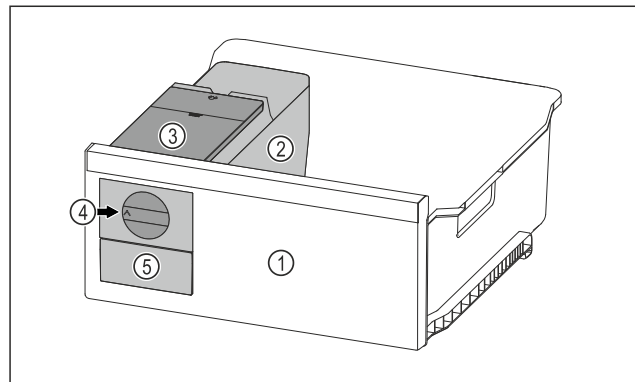

Fig. 80 Примерно изображение
- ▶ Завъртете въртящото се копче Fig. 80 (4) по часовниковата стрелка до упор.
- ▷ Ледените кубчета падат от формата за ледени кубчета в чекмеджето за ледени кубчета Fig. 80 (5).